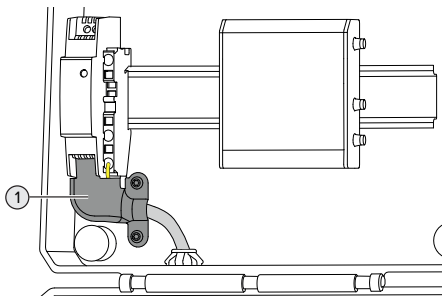

Fig. 7: Riktig monteret dekkhette
- ▶ Sørg for at dekkhetten er monteret som på fig. 7.